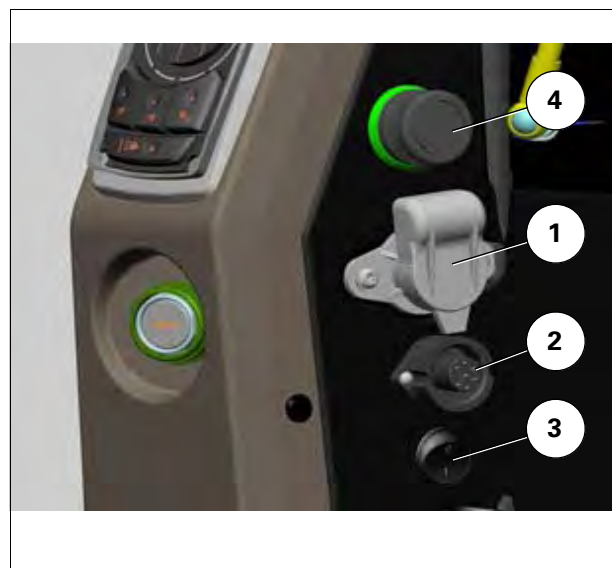

Рис. 35.
- (1) (15/30) Постоянное питание +12 В или управление с помощью переключателя (3) рис. 35 через предохранитель F52 (30 А)
- (2) (82) Питание +12 В после зажигания через предохранитель F66 (10 А)
- (3) (31) Масса, "-"